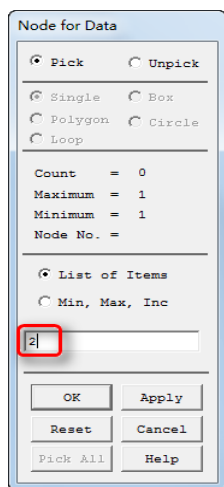

图 12-30 “Node for Data”拾取菜单
③弹出“Node for Data”拾取菜单，如图 12-30 所示，在拾取菜单文本框中输入 2，单击“OK”按钮，返回到“Time History Variables”对话框，不过此时变量列表里面多了一项 UX 变量。